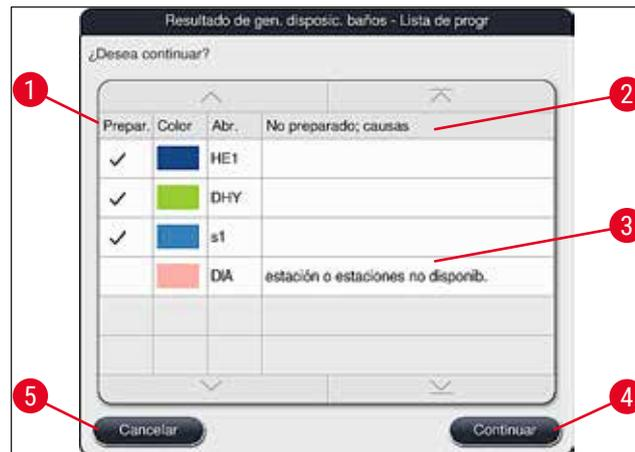

Fig. 52
- Si se han seleccionado más programas de los que se pueden integrar en la disposición de los baños, se informa al usuario mediante la indicación **Resultado de la generación de la disposición de los baños** (→ "Fig. 52"). Los programas bien integrados se indican con una marca en la casilla **Prepar.** (→ "Fig. 52-1").